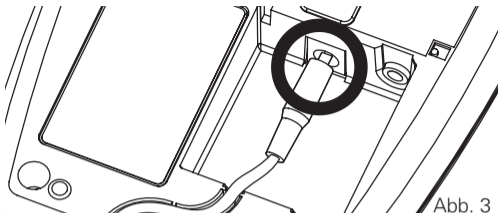

Abb. 3
6. Stecken Sie das Stromkabel in das Blitzlicht. Legen Sie den Draht in die Drahtführung (Abb. 3).